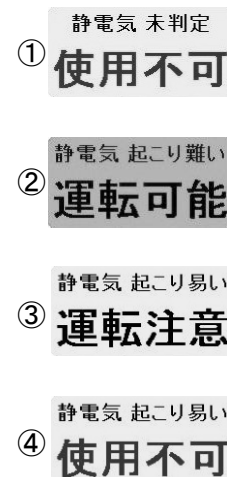

図 10-12
7) 静電気センサの状態表示 (図 10-12)
- ・ [静電気 未判定 使用不可] (図 10-12 ①)
- ・ [静電気 起こり難い 運転可能] (図 10-12 ②)
- ・ [静電気 起こり易い 運転注意] (図 10-12 ③)
- ・ [静電気 起こり易い 使用不可] (図 10-12 ④)